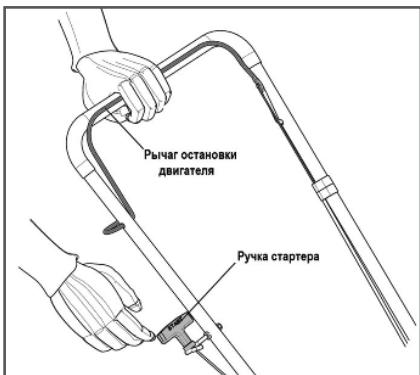

Рис. 8 Запуск двигателя
3. Нажмите и удерживайте рычаг остановки двигателя левой рукой (Рис. 8).
4. Правой рукой, медленно вытягивая шнур стартера за ручку (Рис. 8), поверните коленчатый вал двигателя, пока не почувствуете сопротивление, затем медленно опустите ручку стартера вниз. Снова медленно потяните за ручку стартера, пока не почувствуете, что стартер вошел в зацепление с маховиком, после чего, резко и с усилием потяните за ручку стартера и запустите двигатель. При необходимости повторите. После запуска двигателя медленно и плавно верните ручку стартера на место.